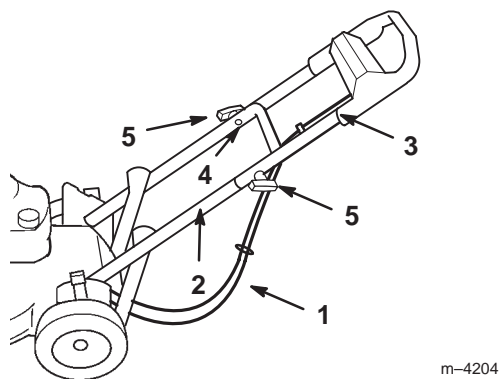

Figure 3
4. Glissez la partie supérieure du mancheron sur la partie inférieure de sorte qu'elles s'adaptent parfaitement (Fig. 3).
5. Les câbles doivent passer sous et derrière la partie inférieure du mancheron, comme indiqué à la Figure 3.
6. Fixez la partie supérieure du mancheron à la partie inférieure à l'aide de deux boulons profilés et deux boutons (Fig. 3).